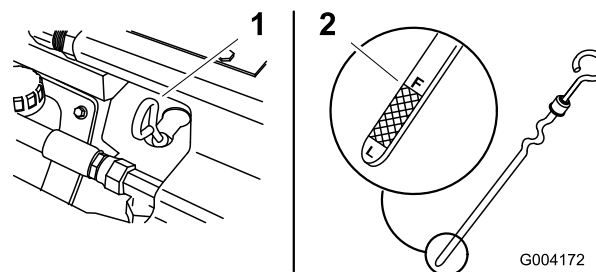

Figura 15
4. Pulite attorno all'asta di livello (Figura 15).
5. Estraiete l'asta di livello dell'olio e pulite l'estremità metallica (Figura 15).
6. Infilate fino in fondo l'asta di livello nel relativo tubo (Figura 15).